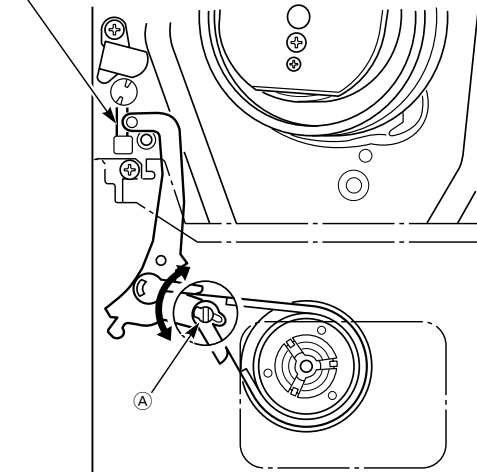

Fig. 9.1
- Bremsbandjustage (A) so einstellen, daß sich das Ende des Hebels (Pos. 40100) zwischen den Markierungen auf dem Laufwerkschassis befindet (Fig. 9.1).